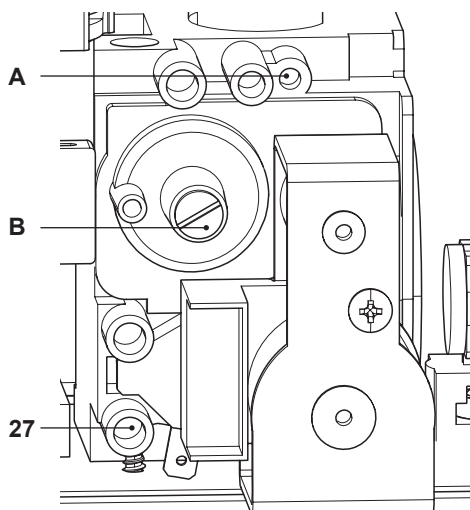

Figura 7.6
- A caldaia spenta (fuori servizio), controllare la pressione di alimentazione utilizzando la presa 27 in Figura 7.6 e confrontare il valore letto con quelli riportati nella tabella Pressioni di alimentazione gas nella sezione "Dati tecnici" pag. 24.
- Richiudere bene la presa di pressione 27 in Figura 7.6.
- Per tarare il **CO₂** della caldaia (pressione del gas al bruciatore) svitare completamente il tappo in ottone di protezione **B** e agire sulla vite a brugola \varnothing 4 mm sottostante Figura 7.6, girando in senso orario il **CO₂** aumenta.
- Se i due dati non coincidono agire sulla vite regolazione massimo RQ (**A** in Figura 7.6) della valvola gas e tarare il CO_2 allo stesso valore riportato nella sezione "Dati tecnici" in tabella "Dati in sanitario" pag. 24 (modello **CONDENSA R 6.27**) e pag. 28 (modello **CONDENSA R 6.34**). Girando in senso orario il CO_2 diminuisce.